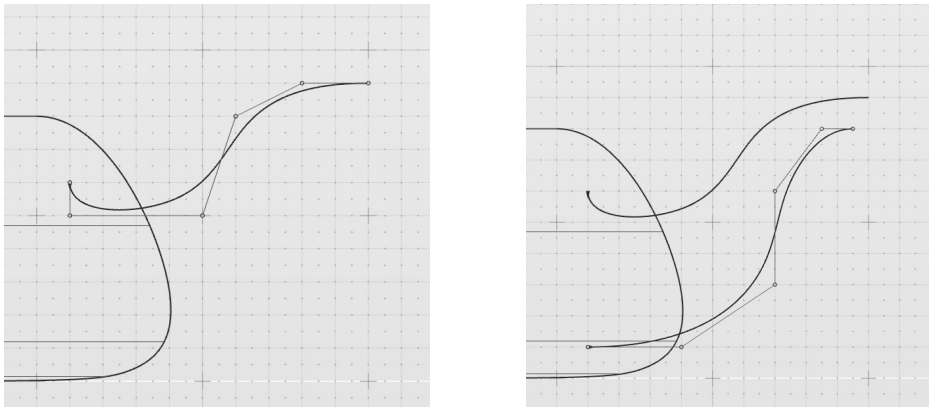

图 5-48 绘制两条 NURBS 曲线
1) 激活前视图，绘制两条 NURBS 曲线，每条曲线都按照从左至右的顺序进行绘制，如图 5-48 所示。